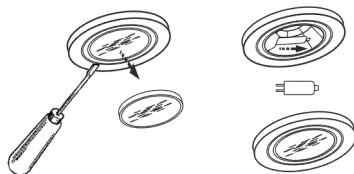

рис. 10
8.6 Замена галогенной лампы (рис. 10):